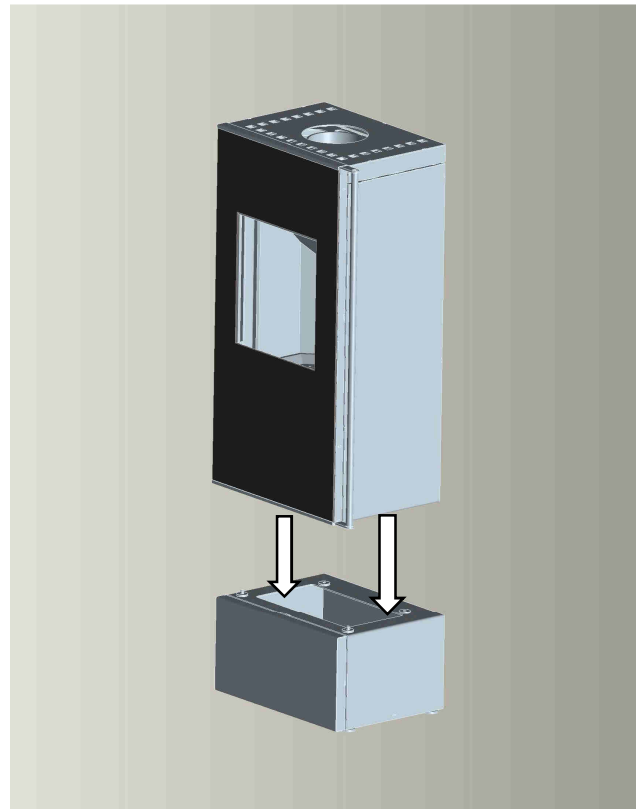
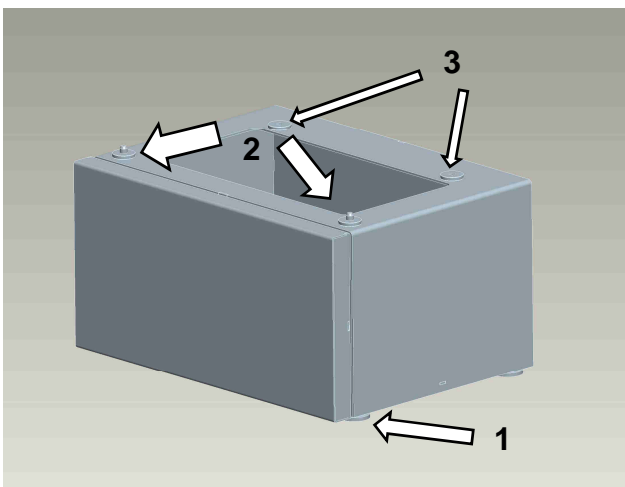

Abb. 13: Aufsetzen Casa auf Sockel
Abb. 12: Positionierzapfen Sockel
2. Ofen auf Sockel aufsetzen (Abb. 13). Dabei die vorderen Positionierzapfen [2] zur Platzierung verwenden (Abb. 12). Ofen muss dabei bündig auf den Schraubpositionen sitzen [3].